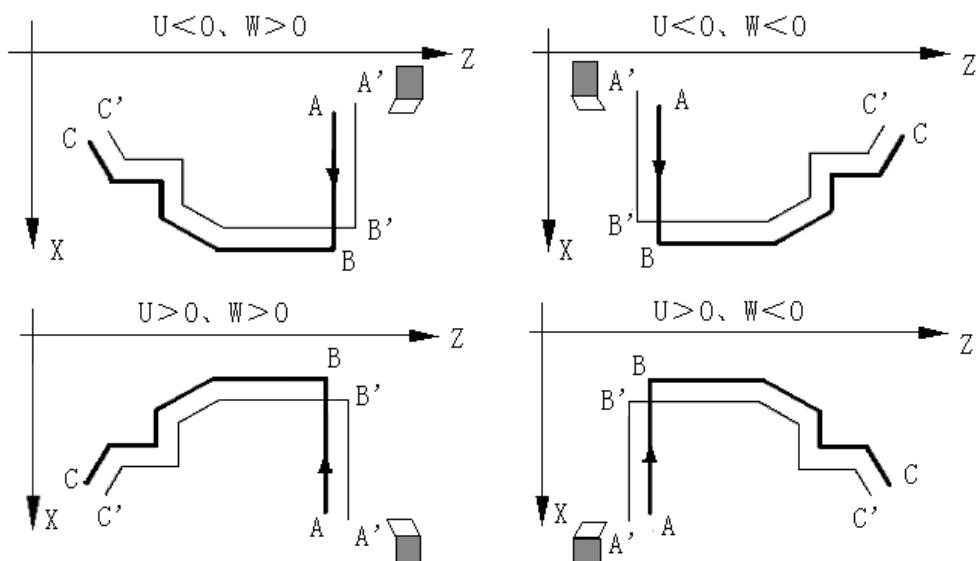

图4-16-4
- 5) G71 指令③中, P~Q 程序段中的指令编程规则同粗车 G71 指令②相同。
- 6) 系统执行粗车 G71 指令②时, 自动记忆最近的 G71 中的 X(U)、P、Q 字段数据; 如果 G710 省略了 X(U)、P、Q 字段, 则直接引用内部记忆的数据。因此, 如果是对最近粗车过的 G71 轨迹进行精车, 则可以省去 G710 之后的字段。
- 9) G710 与 G71 指令②一样, 内部可以进行刀尖半径补偿, 编程规则、格式与 G71 指令②一样。
- 10) 留粗车余量时坐标偏移方向: 指令①的 U、W 反映了精车时坐标偏移和切入方向, 按 U、W 的符号有四种不同组合, 见图 4-16-4, 图中: B→C 为精车轨迹, B'→C' 为粗车轮廓, A 为起刀点。